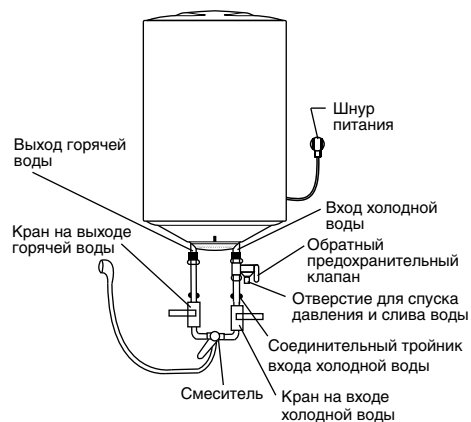

Рис. 5
- Если необходимо реализовать многоканальную систему водоснабжения, используйте способ соединения (см. рис. 5 и 6).